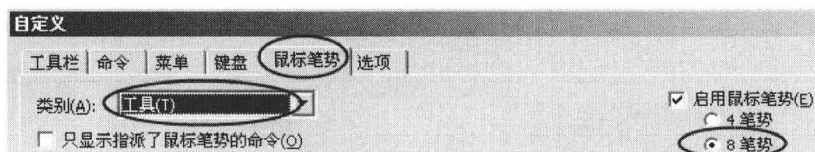

图1-7
(1) 选择菜单命令【工具】/【自定义】,打开【自定义】对话框,参数设置如图1-7所示。